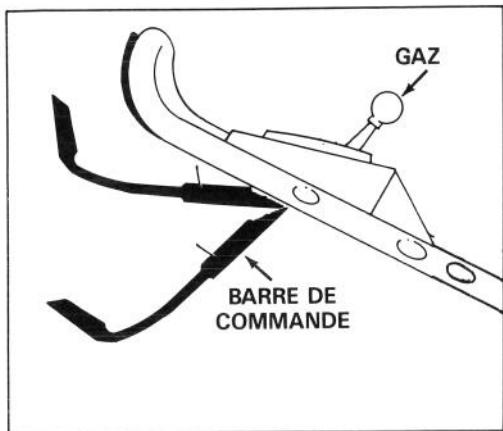

Figure 7
1. COMMANDES — La commande des gaz et la barre de commande sur la poignée supérieure (Fig. 7). Le démarreur manuel se trouve sur le dessus du moteur.